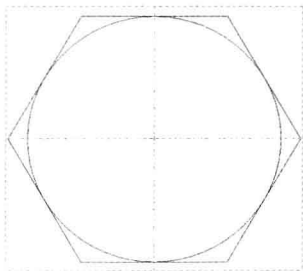

图 2-57 绘制圆
Step 04 拖曳鼠标至合适位置，单击鼠标左键，绘制圆，单击鼠标中键，即可通过 3 点绘制圆，如图 2-57 所示。